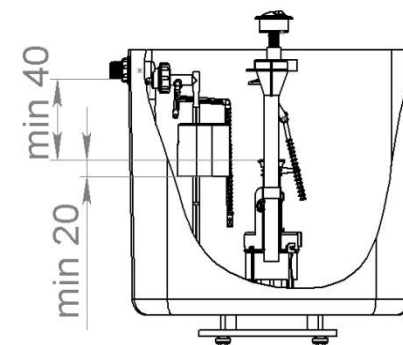

Рис. 4
2. Отрегулируйте трубу перелива 11 на клапане выпуска так, чтобы расстояние от края трубы до нижнего края бокового отверстия было не менее 40 мм (рис. 4). Для освобождения и фиксации трубы перелива отверните и заверните гайку 12. (рис.2)
Отсоединяем поплавок 5 от регулирующего стержня 4 и перемещаем вдоль стойки 7 так, чтобы нижняя плоскость поплавка, в поднятом состоянии, должна быть на расстоянии 20 мм ниже верхнего края трубы перелива (см. Рис. 4). После защелкиваем стержень 4 на поплавке 5.